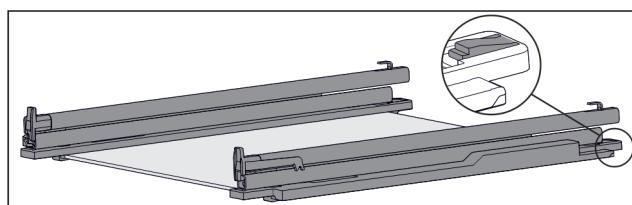

Fig. 105 Sklenená doska s kolajničkami a prídržnými dielmi
- Potlačte prídržný diel vzadu nadol (pozri Fig. 105) a súčasne posuňte koľajničku dozadu.